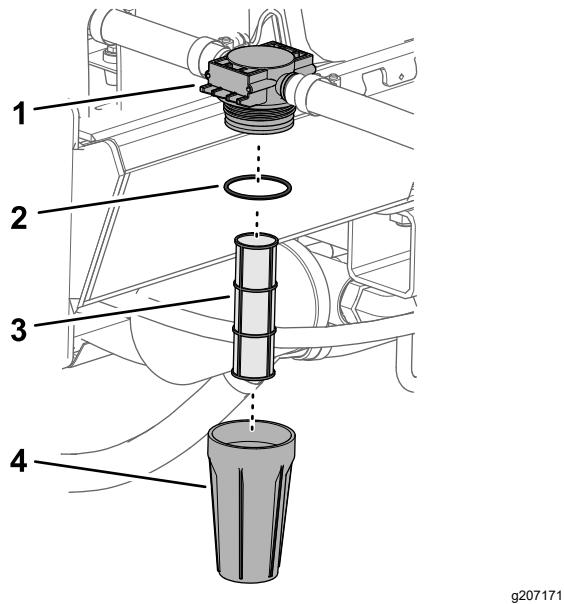

Figura 42
1. Ruotate il filtro in senso antiorario e rimuovete il pozzetto dalla testa del filtro (Figura 42).
2. Verificate l'elemento del filtro per escludere danni o un eccessivo accumulo di sedimento o detriti (Figura 42).
- A. Rimuovete l'elemento del filtro dalla testa del filtro (Figura 42).
- C. Verificate l'elemento del filtro nella testa del filtro (Figura 42).
3. Controllate l'O-ring per escludere danni (Figura 42).
4. Avvitate il pozzetto in senso orario sulla testa del filtro e serratelo manualmente (Figura 42).